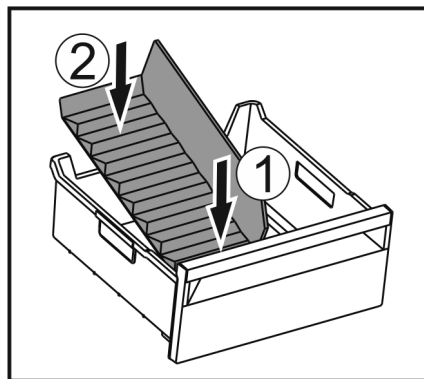

Fig. 64
- ▶ Voorste deel van de ijsvak-scheider plaatsen. Fig. 64 (1)
- ▶ Achterste deel van de ijsvak-scheider tot de bodem van de lade laten zakken. Fig. 64 (2)